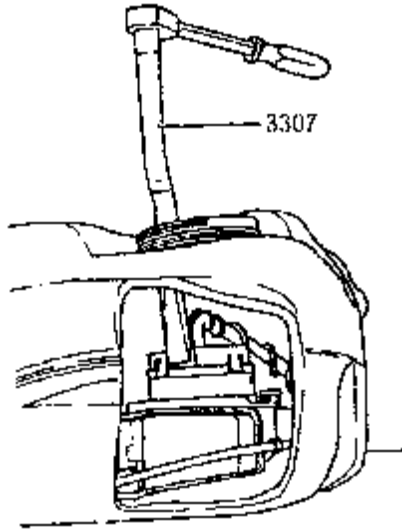

图 4-162 拆卸供油单元
(8) 拆下法兰内侧燃油表传感器的插头。从法兰内侧拔下回油管（压下分离凸耳或切断卡箍）。将燃油泵扳手 3307 插入抽箱孔口，夹住储油腔内部件，如图 4-162 所示。逆时针用扳手 3307 尽可能转动储油腔内侧（约 15° ），然后连带储油腔内部件一起拆下燃油泵。若欲更换供油单元，则应放掉旧供油单元内的汽油。